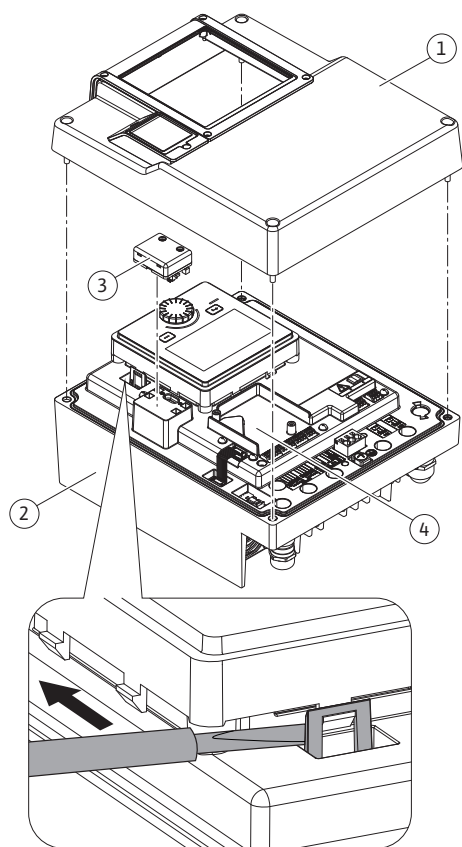
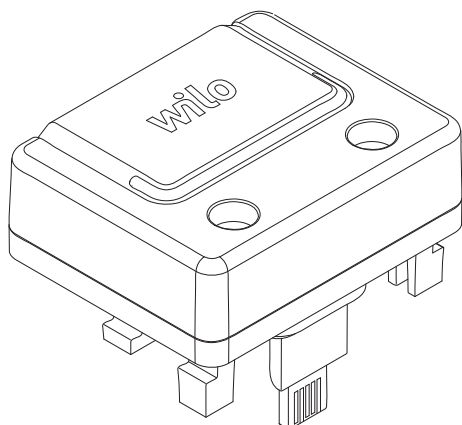

Fig. 25: Elektronicamodule
Fig. 26: Wilo-Smart Connect module BT
1. Open de klikhaken (Fig. 25) voorzichtig met gereedschap (bijv. een schroevendraaier).
De Bluetooth-interface van de Wilo-Smart Connect module BT (Fig. 25, pos. 3 en Fig. 26) is bestemd voor koppeling met mobiele eindapparaten, zoals een smartphone en tablet. In de Wilo-Assistant app bevindt zich de Wilo-Smart Connect-functie. Met de Wilo-Smart Connect-functie kan de pomp worden bediend en ingesteld en kunnen pompgegevens worden uitgelezen. Zie voor de instellingen het hoofdstuk „Inbedrijfname” [► 407].
1. Draai de vier schroeven van het bovendee van de elektronicamodule (Fig. 25, pos. 1; Fig. 1, pos. 2) los.
3. Plaats de Wilo-Smart Connect module BT in de daarvoor bestemde Wilo-Connectivity Interface. Zie Fig. 25, pos. 3.
CIF-modules (toebehoren) zijn bestemd voor de communicatie tussen pompen en gebouwbeheersystemen. CIF-modules worden in de elektronicamodule geplaatst (Fig. 25, pos. 4)